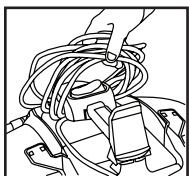

FIGURE 21
44. Saisissez l'ensemble du cordon d'alimentation inséré derrière la poignée et dégagez, en tirant au dessus de la section arrière du rembobineur. Tirez l'ensemble du cordon d'alimentation vers l'avant de l'aspirateur jusqu'à ce qu'il se dégage au complet de la section avant du rembobineur. **FIGURE 21.**